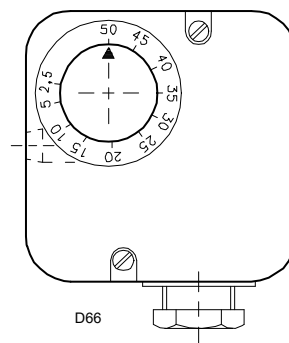

Fig. 25
- Régler le pressostat gaz maximum en fin d'échelle (Fig. 25).